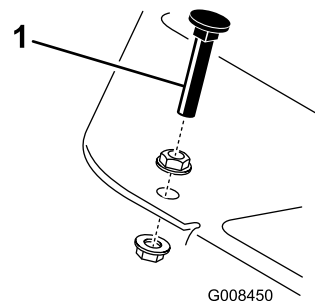

Figura 43
Premete il comando della trazione. Se il pedale tocca il fermo (Figura 43) prima che avvertiate la tensione sul cavo:
1. Allentate i dadi di bloccaggio flangiati che assicurano il fermo del pedale al pianale (Figura 43).